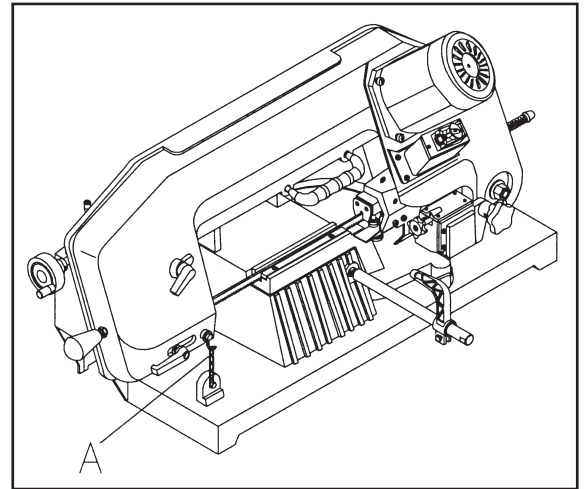

Fig. 1
**Hinweis:** Vor Inberiebnahme der Bandsäge ist die Transportsicherung (A) Fig. 1 zu lösen.